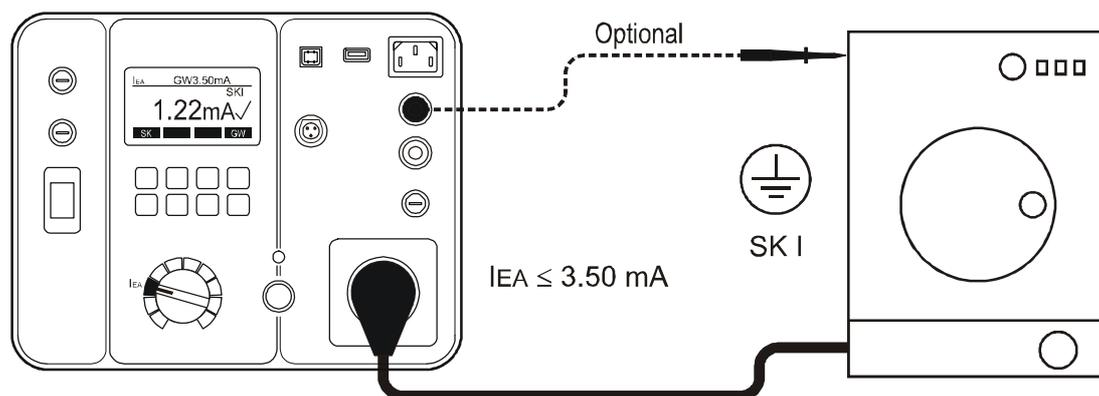

Abb. 13: Anschluss für die Ersatzableitstrommessung bei einem Prüfling der Schutzklasse I
- Verbinden Sie den Prüfling und die Messleitung entsprechend der Abbildung 13 oder 14.